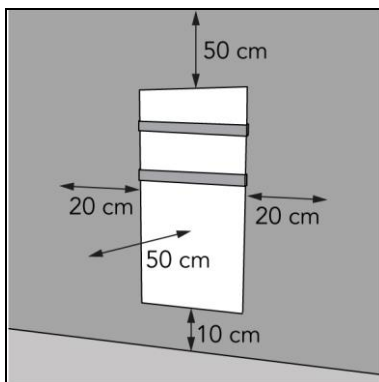

Figura 6
2. Montați dispozitivul la o distanță minimă de (Figura 6):